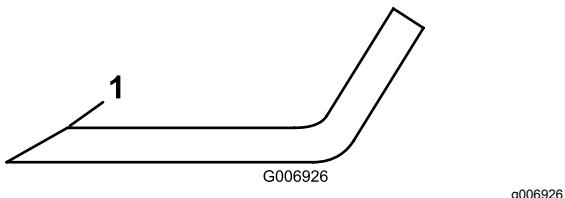

Figura 68
- 5. Controllate i taglienti di tutte le lame, e affilateli se fossero ottusi o scheggiati. Affilate soltanto la parte superiore del tagliente e mantenete l'angolo di taglio originale per garantire l'affilatezza (Figura 68).
- 6. Se smussato o scheggiato, affilate soltanto la parte superiore del tagliente e mantenete l'angolo di taglio originale (Figura 68).